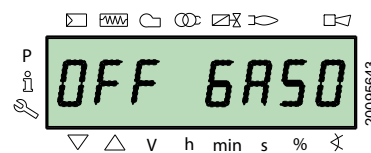

Fig. 40
- gasóleo “OFF GASO” (Fig. 40)